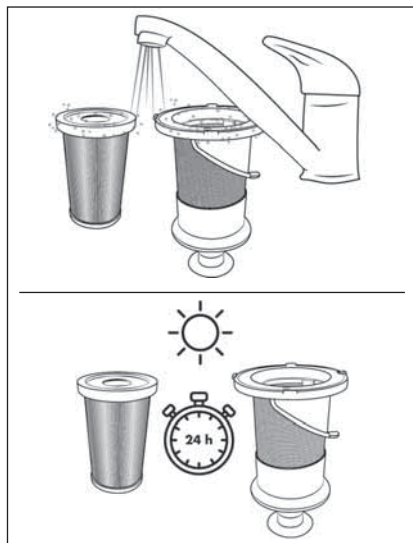

Rys. 19
- 4) Wyjmij filtr HEPA **4** z filtra ze stali nierdzewnej **5**, sięgając do otworu filtra HEPA **4** i wyciągając go z filtra ze stali nierdzewnej **5** (patrz rys. 19).